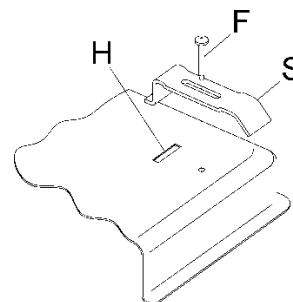

FIG. 10
- Bloquear con las bridas “S”, teniendo cuidado de introducir la parte sobresaliente en la ranura “H” que se encuentra en el fondo y enroscar el tornillo “F” hasta que la brida “S” llegue al top (fig. 10).